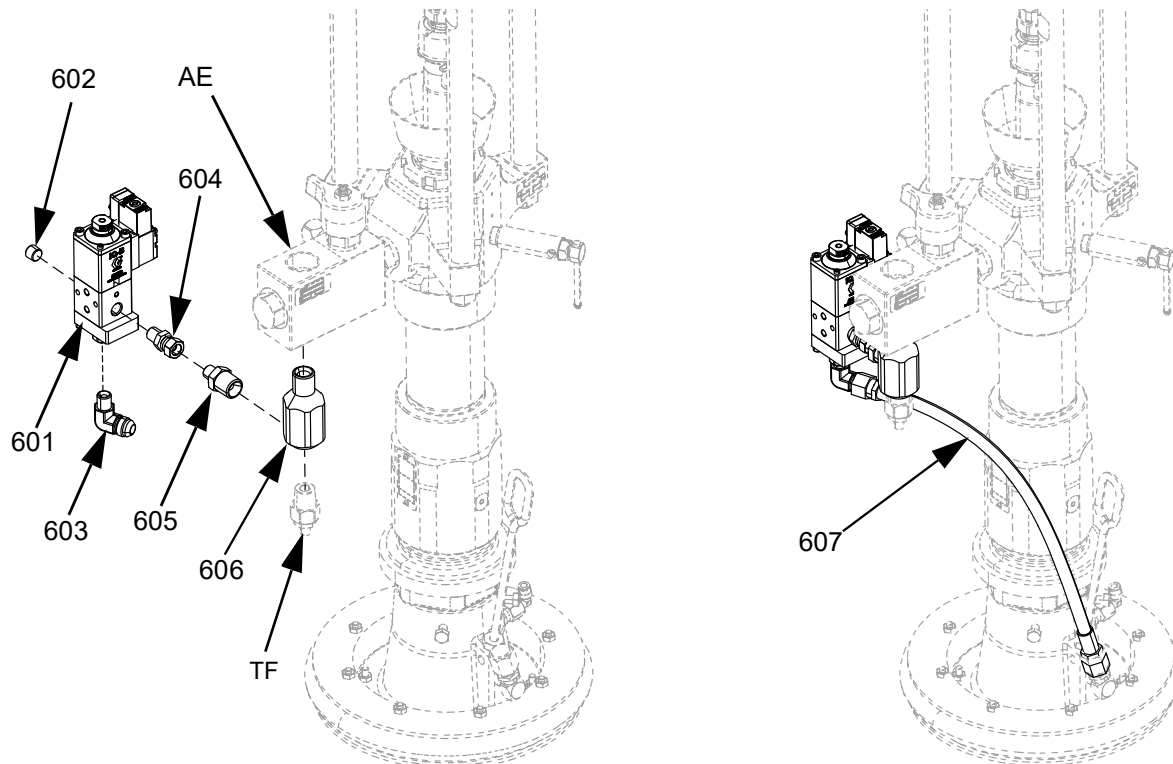
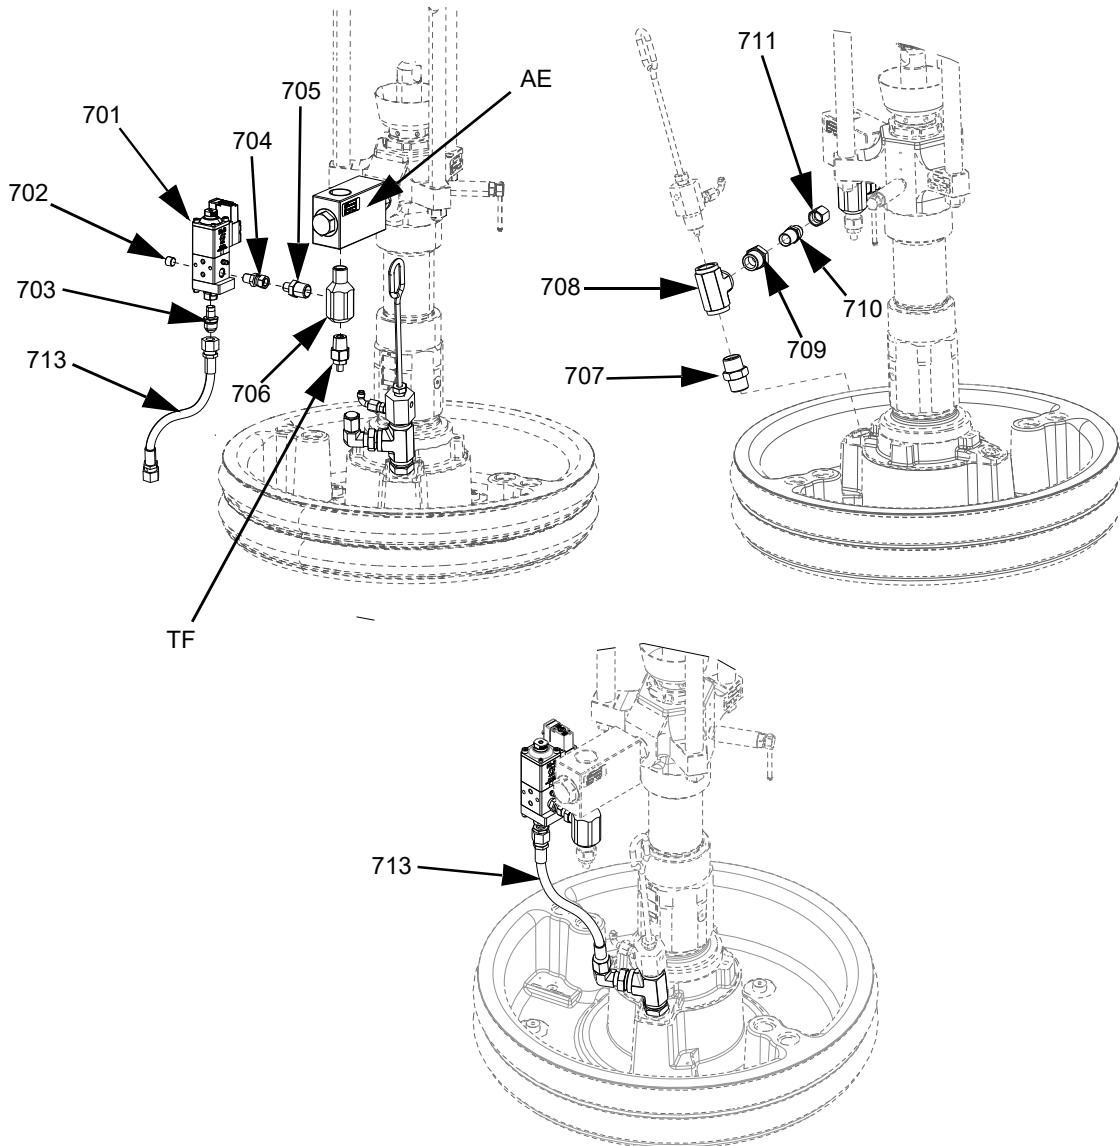

FIG. 69: Tryckplatteventilsats, 25R452
FIG. 73: Tryckplatteventilsats, 25R453
- Koppla bort tryckgivaren från port 5 på drivenheten (AB).
- Ta bort tryckgivarkopplingen (TF) och kopplingen som den sitter på från vätskebackventilen (AE).
- Använd gängtejp och installera 1/2 NPT T-kopplingen (606) i vätskebackventilen (AE), sätt sedan tillbaka tryckgivarkopplingen (TF) på undersidan av 1/2 NPT T-kopplingen (606).
- Använd gängtejp och installera 1/4 NPT x 1/2 NPT-adaptorn (605) i 1/2 NPT T-kopplingen (606). Se FIG. 69.
- Använd svivelkopplingen (604) och installera plattventilen (601) på 1/4 NPT-kopplingen (606), dra åt.
- Installera cirkulationsslangen (607) på plattventilen (601) och dra åt.
- Koppla in tryckgivaren på port 5 på drivenheten (AB).
**OBS!** Installera inte cirkulationsslangen (607) på plattventilkopplingen (603) förrän material har fyllts på i plattventilen (601). Hur man fyller material i plattan och plattventilen beskrivs i bruksanvisningen till E-Flo iQ-mataren.
9. Dra ur befintliga M12-kontakten ur port 3 på drivenheten (AB).
10. Koppla in kablaget (609) på port 3 på drivenheten (AB).
11. Kablaget (609) har en M8- och en M12-kontakt. Sätt i M12-kontakten som satt i port 3 på drivenheten (AB) i M12-kontakten på kablaget (609). Sätt i M8 fyrstiftskontakten på magnetdonet på plattventilen (601).
2. Koppla bort tryckgivaren från port 5 på drivenheten (AB).
3. Ta bort tryckgivarkopplingen (TF) och kopplingen som den sitter på från vätskebackventilen (AE).
4. Använd gängtejp och installera 1/2 NPT T-kopplingen (706) i vätskebackventilen (AE), sätt sedan tillbaka tryckgivarkopplingen (TF) på undersidan av 1/2 NPT T-kopplingen (706).
5. Använd gängtejp och installera 1/4 NPT x 1/2 NPT-adaptorn (705) i 1/2 NPT T-kopplingen (706). Se FIG. 69.
6. Använd svivelkopplingen (704) och installera plattventilen (701) på 1/4 NPT-kopplingen (706), dra åt.
7. Installera cirkulationsslangen (713) på plattventilen (701) och dra åt.
8. Koppla in tryckgivaren på port 5 på drivenheten (AB).
9. Ta bort avluftningsstickan (EF) och avluftningsporten (EG) och installera kopplingarna (707, 708, 709, 710, 711) som visas i FIG. 73.
- OBSERVERA:** Installera inte cirkulationsslangen (713) på plattventilkopplingen (703) förrän material har fyllts på i plattventilen (701). Hur man fyller material i plattan och plattventilen beskrivs i bruksanvisningen till E-Flo iQ-mataren.
10. Dra ur befintliga M12-kontakten ur port 3 på drivenheten (AB).
11. Koppla in kablaget (714) på port 3 på drivenheten (AB).
12. Kablaget (714) har en M8- och en M12-kontakt. Sätt i M12-kontakten som satt i port 3 på drivenheten (AB) i M12-kontakten på kablaget (714). Sätt i M8 fyrstiftskontakten på magnetdonet på plattventilen (701).